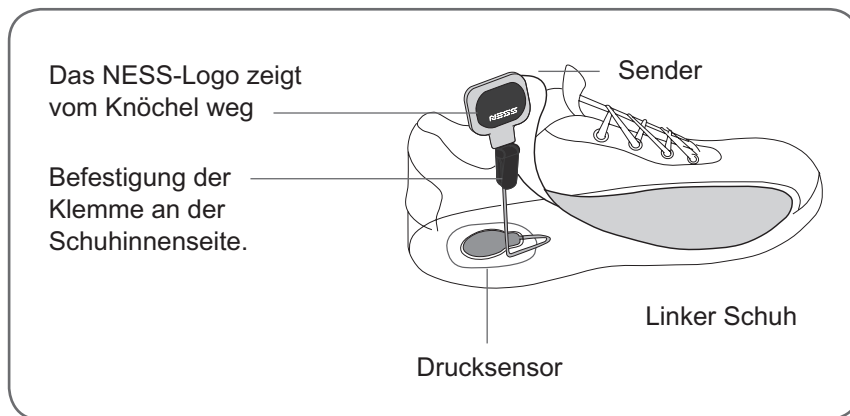

Abbildung 7-10: Befestigung des Senders an der Schuhinnenseite
2. Befestigen Sie den Sender an der Schuhinnenseite. Das NESS-Logo auf dem Sender muss vom Knöchel wegzeigen (siehe Abbildung 7-10).